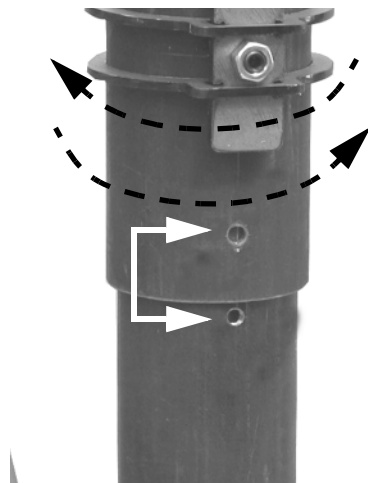
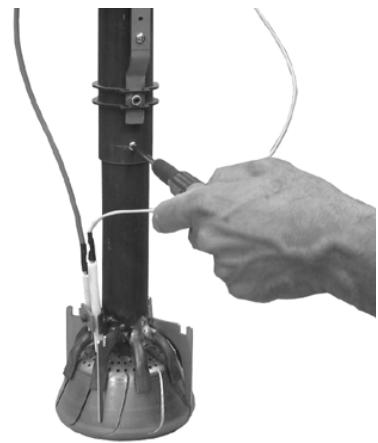

Рис. 16
Рис. 17
- 6 Установить патрубок на горелке, обращая внимание на обозначения, изображенные на Рис. 17.
- 2 Вытянуть конечную часть головки сгорания, вращая ее легкими движениями влево-вправо до тех пор, пока указанные отверстия (Рис. 16) не совпадут и закрепить ее винтом, указанным на Рис. 17.